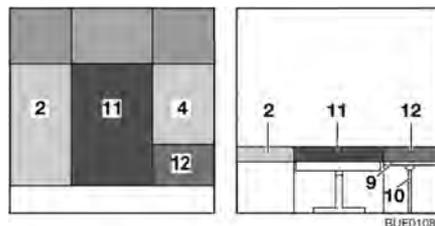

Bild 91 Nach dem Umbau
- Das Zusatzpolster (Bild 91,11) zwischen die Sitzpolster (Bild 91,2 und 4) legen.
- Das Zusatzpolster (Bild 91,12) auf die Bettkasten-Verlängerung (Bild 91,9) legen.